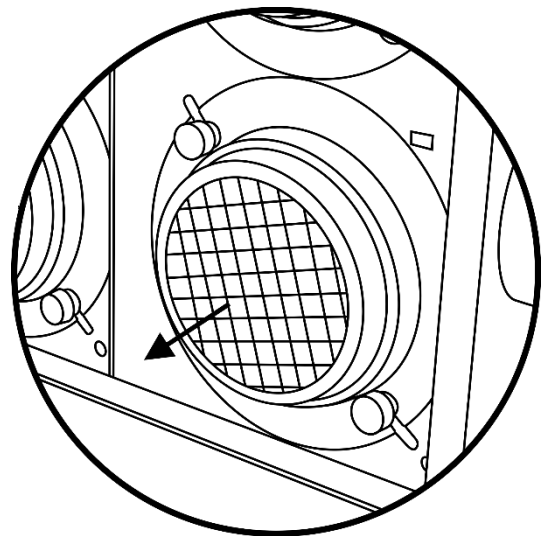

Fig. 04
- 02) Togliere delicatamente il coperchio della lampada in metallo (Fig. 04).